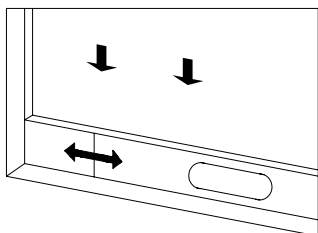

Figure 2
- 1) Ouvrez la fenêtre à moitié, puis installez le système d'étanchéité sur la fenêtre (voir Figure 2 et 3, les plaques peuvent être posées horizontalement ou verticalement.